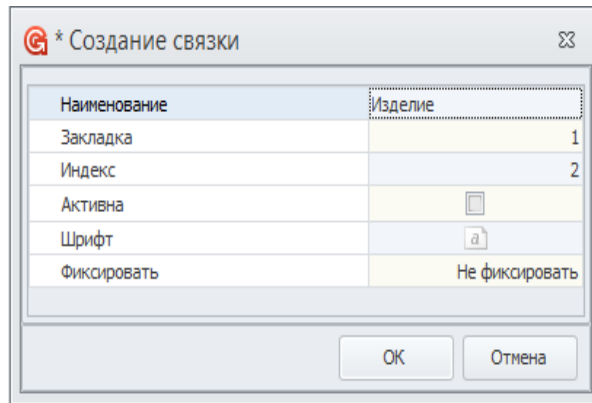

Рисунок 277: Окно "Создание связи"
12.3.1 В поле «**Наименование**» ввести значение **Изделие** (рис.277).